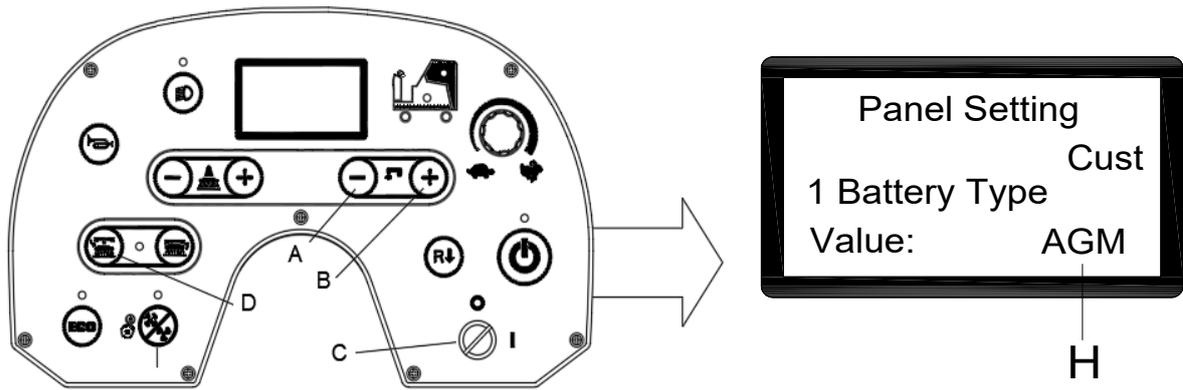

图 6
1. 同时按水流量按键 “+”(A, 图6) 和 “-”(B, 图6)。
2. 把钥匙开关 (C, 图6) 打到档位 “I”。
3. 等待几秒后进入电池模式设置界面 (图6 右部分)。
4. 按水流量按键 “-”(A, 图6) 和 “+”(B, 图6) 选择对应的模式 (H, 图6)。
5. 按下卸刷键 (D, 图6), 3 秒后平面显示 “Update OK” 表示设置成功, 转动钥匙开关重新启动机器 (C, 图6)。